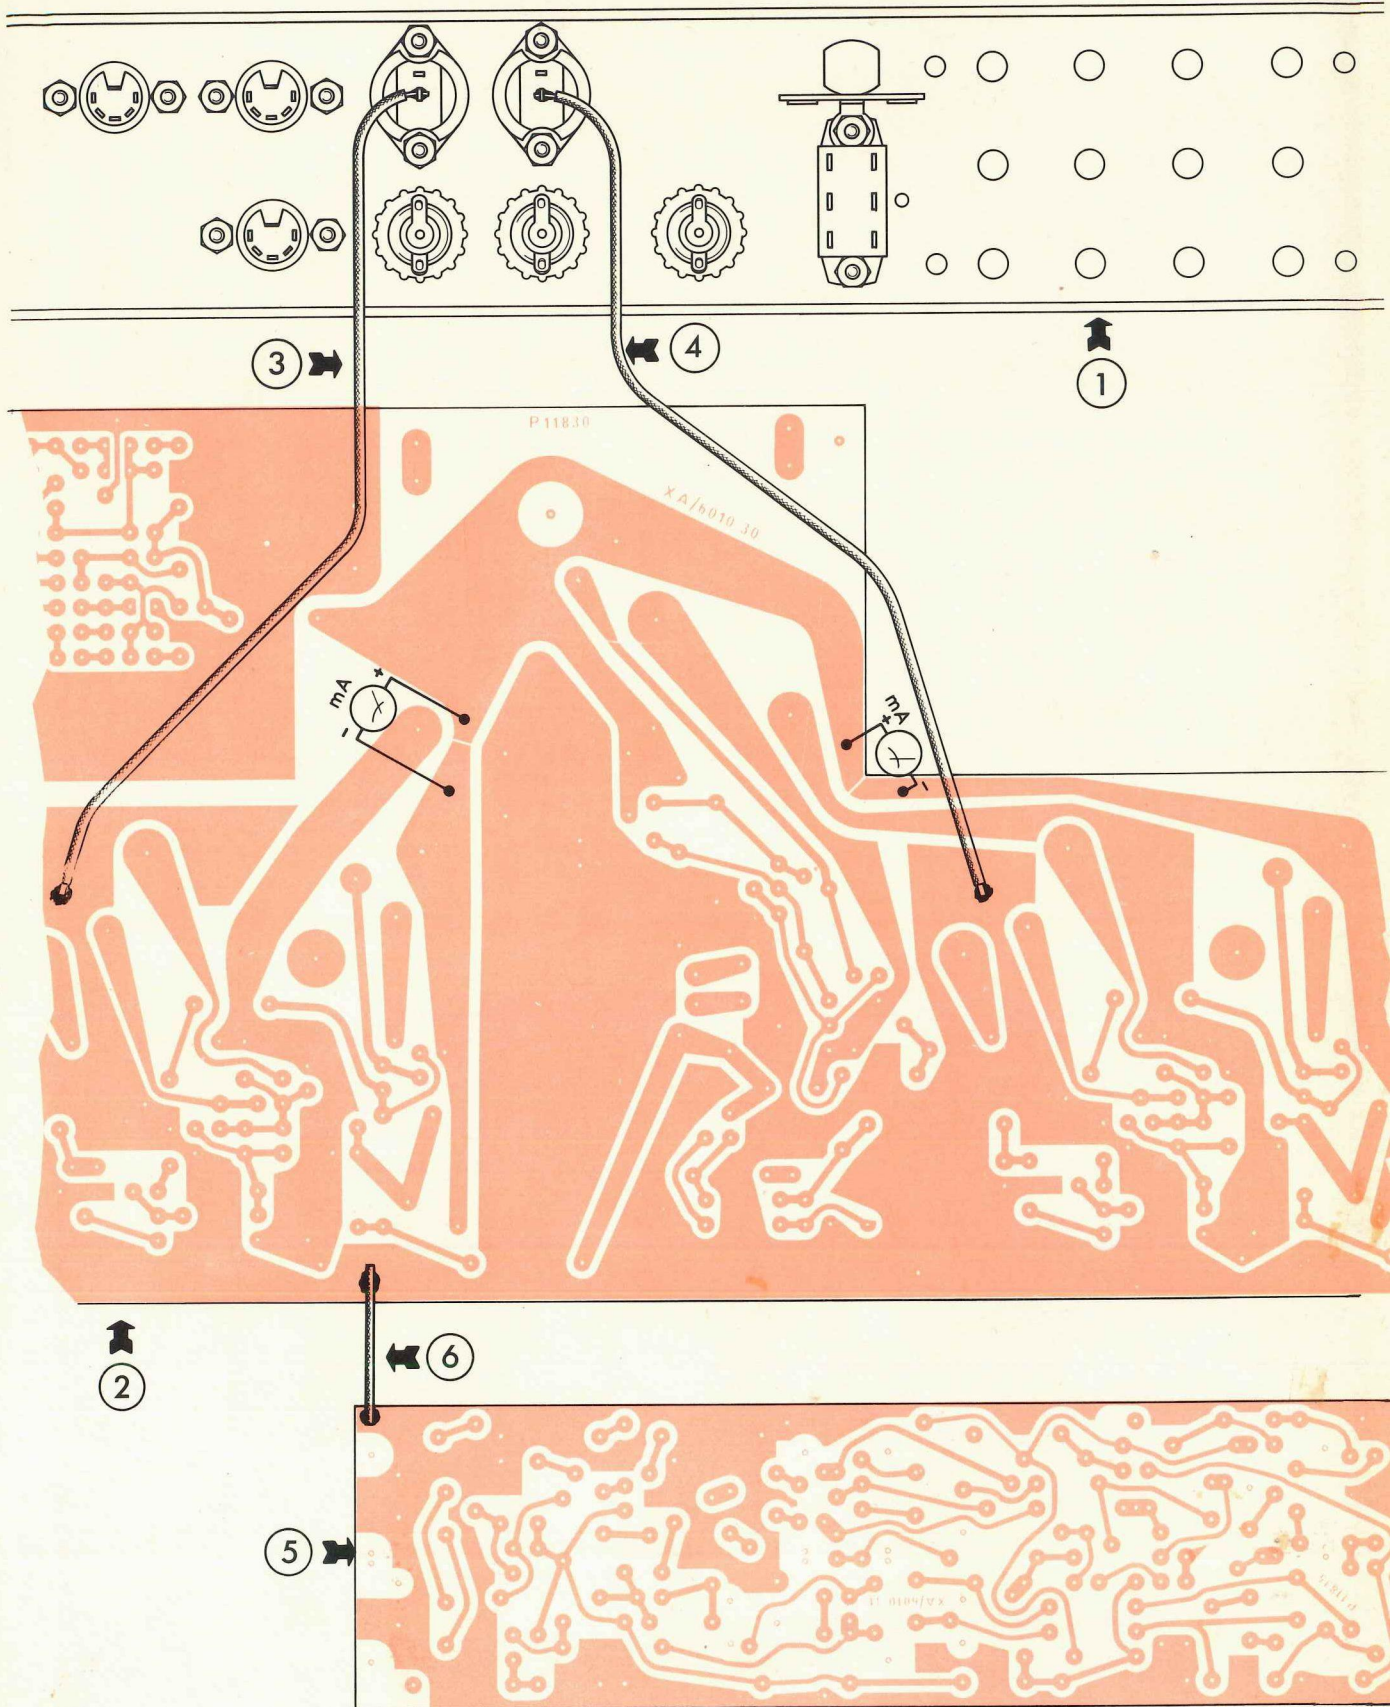

Fig. 13 - Operazioni da effettuare per il collaudo.
1) Collegare un milliampmetro 100 mA f.s. tra i punti indicati in fig. 13.